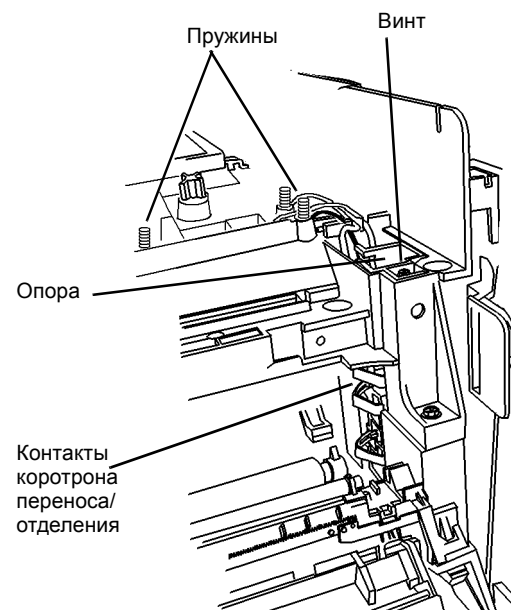

Рисунок 1 Снятие опоры контактов коротрона переноса/отделения
9. Снимите опору контактов коротрона переноса/отделения (Рисунок 1).